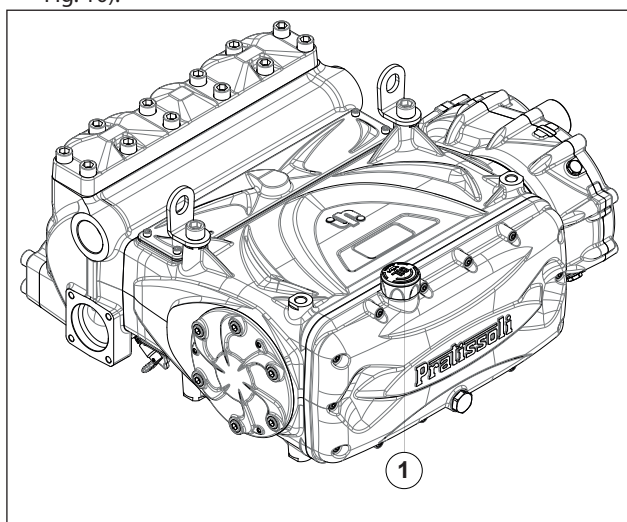

Fig. 10
5. El aceite en el cárter de la bomba se encuentre a nivel verificándolo con la correspondiente varilla (pos. ①, Fig. 10).